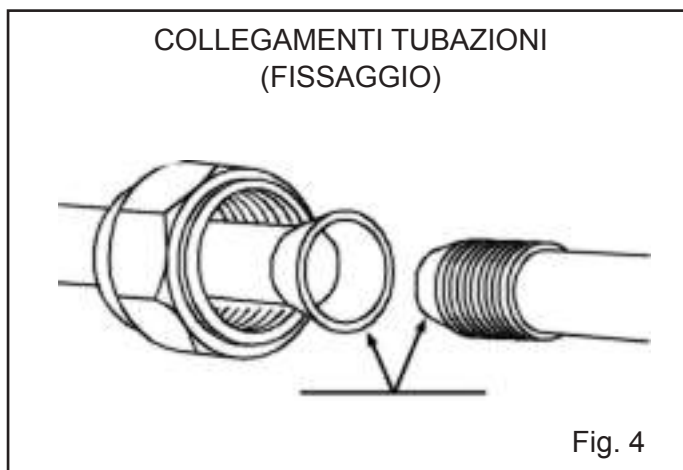

Fig. 4
D) Fissaggio delle tubazioni frigorifere (Fig. 4)